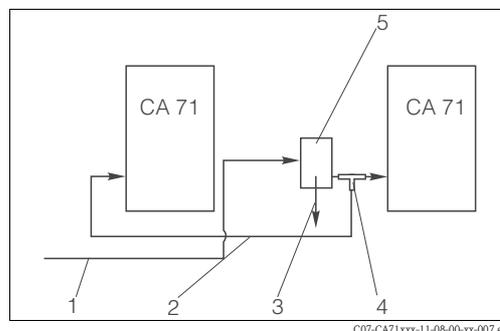

Рис. 11: Пример установки
- Расстояние между анализаторами должно быть по возможности минимальным: линия забора пробы между тавровым профилем и вторым анализатором (Рис.11, деталь 2) менее 1.5 m